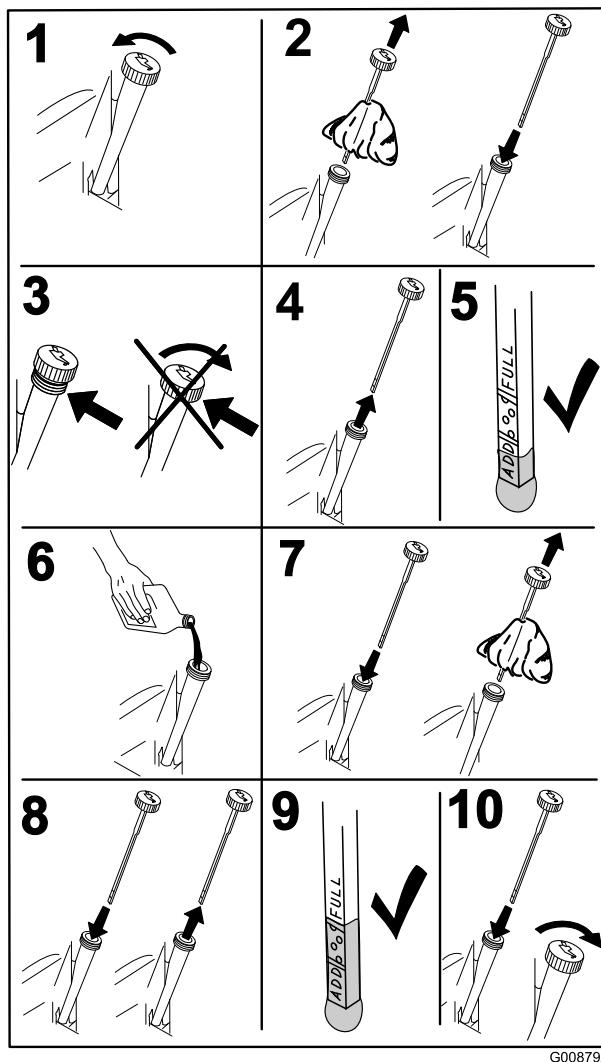

Bild 39
3. Reinigen Sie den Bereich um den Ölfüllstutzendeckel bzw. den Ölpeilstab vor dem Abnehmen, damit kein Schmutz oder Schnittgut usw. in den Motor gelangt (Bild 39).